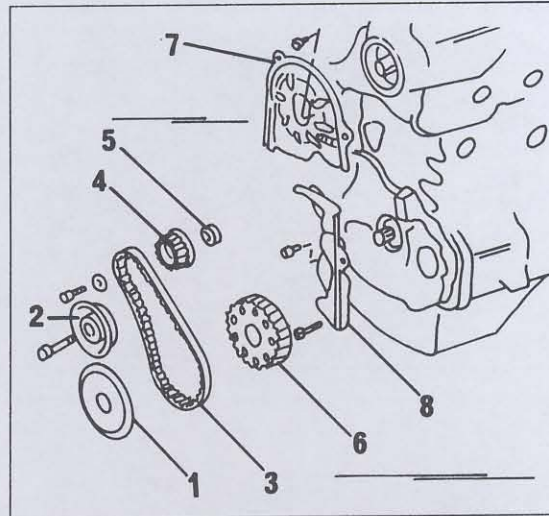

Bild 117
Bild 116 zeigt die Einzelteile des eingebauten Zahnriemens des Nockenwellenantriebs. Ebenfalls bei diesem Motor ist der zweite Riemenantrieb zum Antrieb der Schwingungsausgleichswellen zu berücksichtigen. Die bei diesem Motor eingebauten Teile sind in Bild 117 gezeigt. Beim
Einbau der Teile als erstes Bezug auf Bild 117 nehmen. Im folgenden Text wird die Schwingungsausgleichswelle nur als Ausgleichswelle bezeichnet:
- Antriebsrad der Ölpumpe (18) in Bild 117 aufstecken und die Mutter mit einem Anzugsdrehmoment von 50 - 60 Nm anziehen. Die Welle jetzt drehen, bis die beiden Steuerzeichen, d.h. eins im Ölpumpenrad und das andere im vorderen Gehäuse, sich in einer Linie gegenüberliegen, wie man es in Bild 120 sehen kann.
● Spannrolle (14) in Bild 117 mit der Distanzhülse (12) und der Feder (13) anbringen und die Mutter über der Spannrolle vorübergehend anziehen.